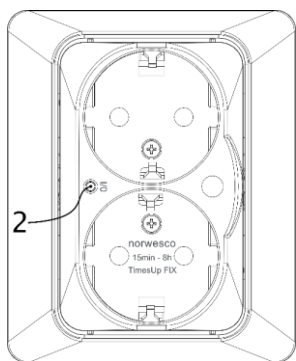

Bild 1
När installationen är klar skall ett funktionstest utföras enligt följande: När matningen fram till uttaget är spänningssatt, se till att dioden på uttaget inte lyser. Kontrollera att uttagen är spänningslösa. Tryck sedan in Till- och frånknappen (pos. 2 bild 1). Knappen skall nu lysa rött vilket indikerar att timertiden aktiverats och att uttagen nu är spänningssatta. Kontrollera att uttagen är till.
På uttags framsida finns en till- och frånknapp (pos. 2 bild 1) som aktiverar uttagen vid vald gångtid, den är märkt I/O